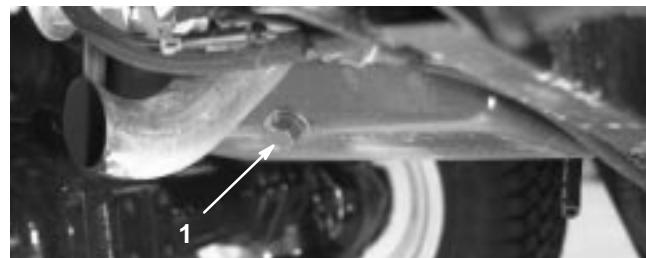

Figure 46
- Enlevez un des bouchons de vidange (Fig. 46) et laissez s'écouler l'huile dans un bac de vidange. Remettez le bouchon quand toute l'huile s'est écoulée.